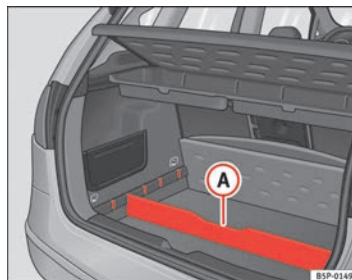

Fig. 107 Separador del piso maletero
- Coloque el separador **A** ⇒ página 148, fig. 107, en las ranuras laterales según sea el tamaño de los objetos a transportar. Debajo del portaobjetos se encuentran las herramientas de a bordo y la rueda de repuesto.